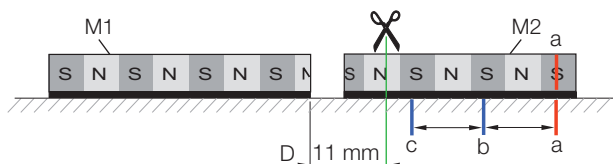

Fig. 4-12: Cortar a 11 mm
7. Recorte el cuerpo de medición M2 de modo que la distancia D que quede entre los dos cuerpos sea de 11 o de 21 mm (anchura de 1 par de polos + 1 mm para el posicionamiento preciso). El hueco que queda entre los dos extremos de los cuerpos de medición determina dónde se debe cortar (Fig. 4-12).